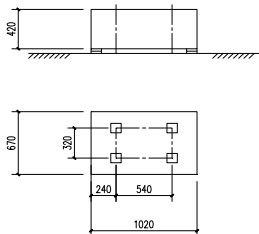

图 4-30 水泵基础 (减震样式)
- “减震”选项: 勾选选项前的复选框, 可以绘制减震样式的水泵基础, 如图 4-30 所示; 取消勾选则可绘制不减震样式的水泵基础。